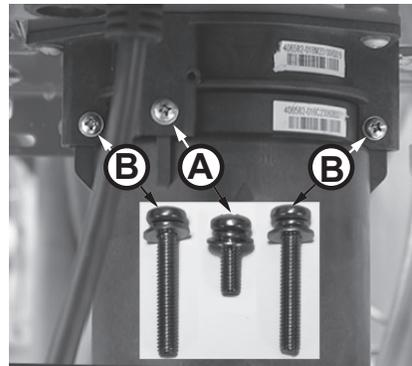

Figura 193 - Identifique los tornillos del cartucho
- 5 Ubique los tres (3) tornillos que fijan el cartucho X3®/de derivación como se muestra en la Figura 193.